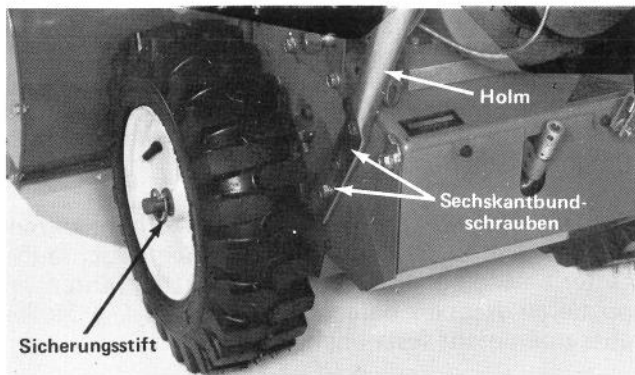

Abb. 1
3. Die Holme aussen an den Seitenplatten ansetzen und mit vier Sechskantbundschauben befestigen (Abb. 1). Die Schrauben mit 3 mkp festziehen.
Anmerkung: Sicherungstift herausnehmen, Rad geht ab, um Spiel einzustellen (Abb. 1).